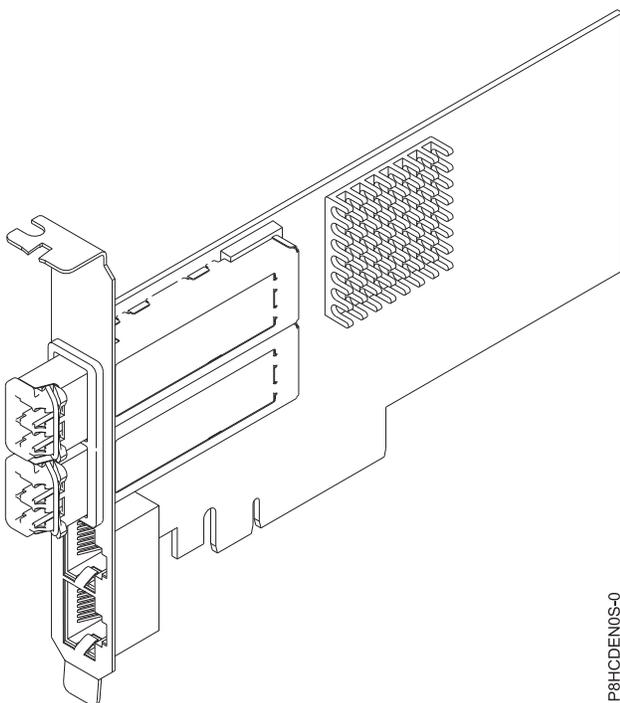

図 42. FC EN0S アダプター
この 4 ポート・アダプターは、2 個の 10 Gb スモール・フォーム・ファクター・プラグ可能 (SFP+) 光 SR トランシーバー・ポートと 2 個の 1 Gb RJ45 イーサネット・ポートを提供します。2 個の 10 Gb SR ポートは、リトル・コネクタ (LC) 二重タイプ・コネクタを備えています。光トランシーバーは、短波レーザー光学を使用し、LC コネクタ付きの MMF-850nm ファイバー・ケーブルで接続されます。光ケーブルについて詳しくは、125 ページの『ケーブル』を参照してください。各 10 Gb ポートは公称データ速度 10 Gbps (G ビット/秒) のイーサネット接続を提供します。124 ページの図 42 は、FC EN0S アダプターを示しています。